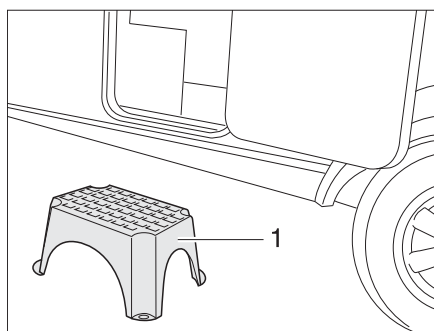

Fig. 18 Escalón de entrada (independiente)
- Colocar el escalón de entrada (Fig. 18,1) delante de la entrada de la caravana.